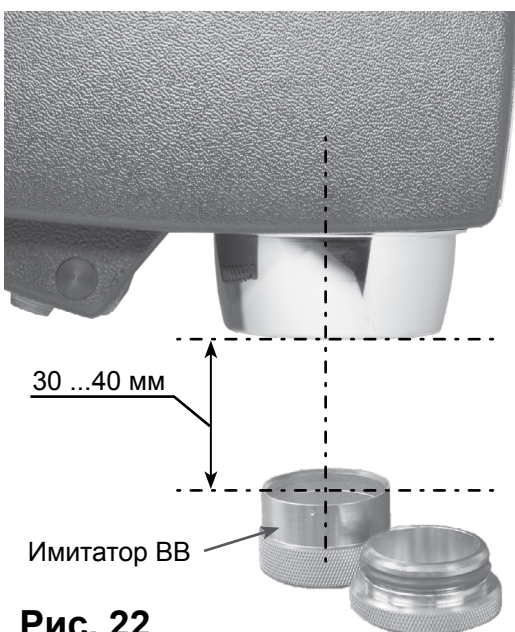

Рис. 22
4. Расположите пробоотборную поверхность включенного детектора на расстоянии 30...40 мм от открытого имитатора ВВ (Рис. 22).